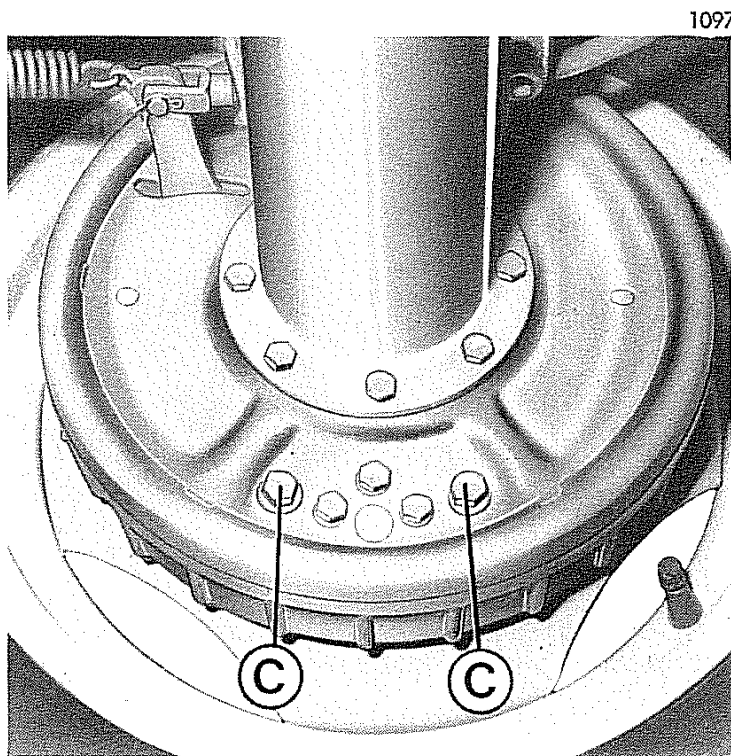

Fig. 17 - Dadi registro frenatura di servizio
- Ruotare in senso orario le viti **C** (fig. 17), fino a portare i ceppi contro il tamburo; ruotare quindi sensibilmente i dadi in senso inverso.